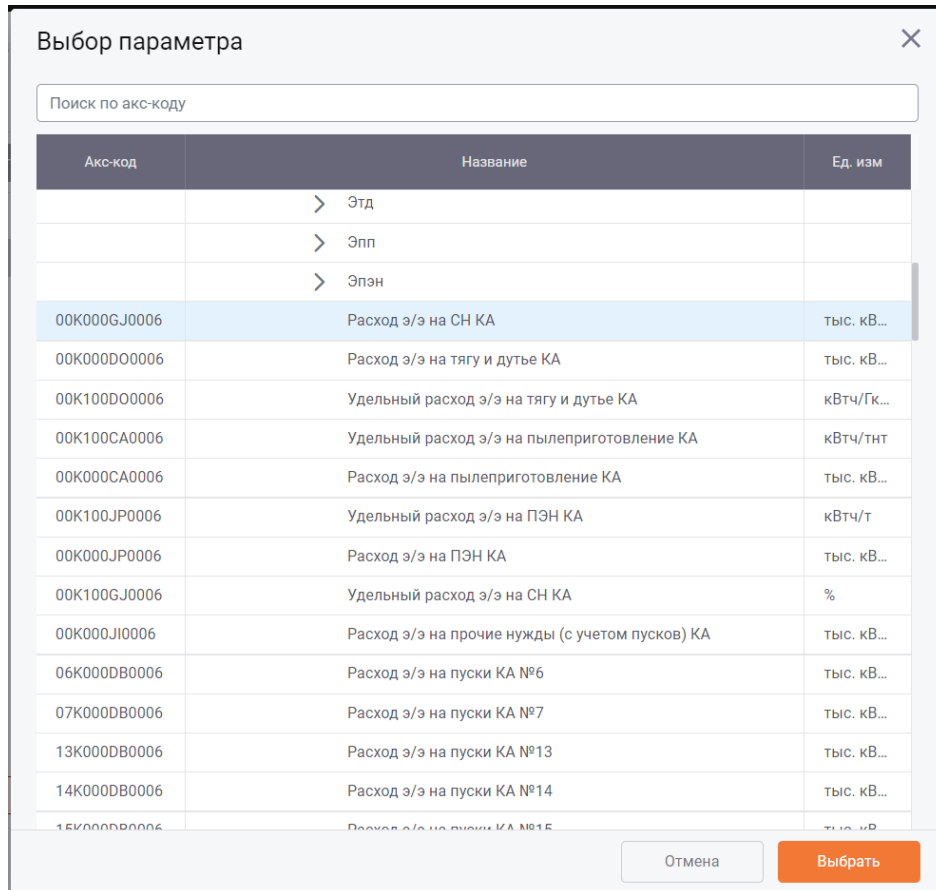

Рис. 52 – Окно «Выбор параметра»
- Выбором параметра в иерархии групп параметров с помощью окна **Выбор параметра** (Рис. 52), открываемого кликом по кнопке , размещённой справа от поля.